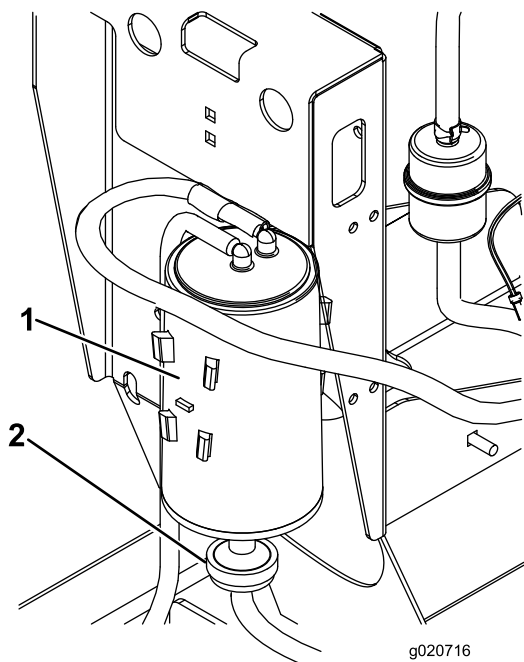

図 21
2. カーボンキャニスタ・エアフィルタからホースを取り外す (図 21)。
3. カーボンキャニスタ・フィルタを取り外して廃棄する (図 21)。